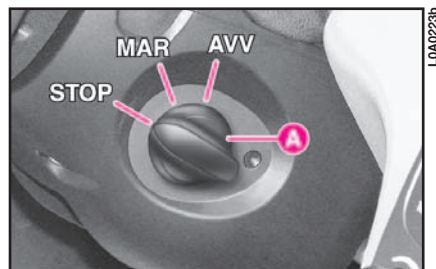

fig. 22
- per accendere il quadro strumenti ruotare la manopola **A** (fig. 22) in posizione **MAR**
- per avviare il motore ruotare la manopola **A** (fig. 22) in posizione **AVV**, rilasciandola appena il motore si è avviato.
La vettura è equipaggiata con un commutatore comandato dalla manopola **A** (fig. 22), che permette di attivare le funzioni **STOP**, **MAR** e **AVV** del commutatore d'avviamento.
motore rimarrà in moto ed il quadro acceso fino alla successiva rotazione della manopola **A** (**fig. 22**) in posizione **STOP** e non sarà possibile riavviare la vettura fino a quando non sarà riconosciuto un dispositivo CID valido all'interno dell'abitacolo.